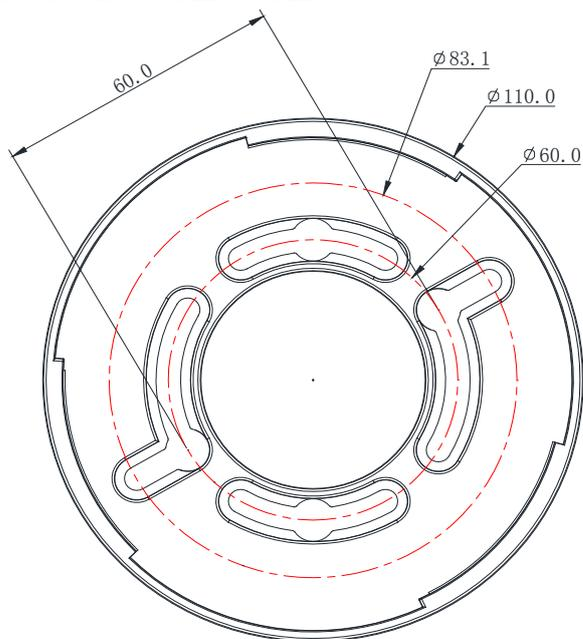
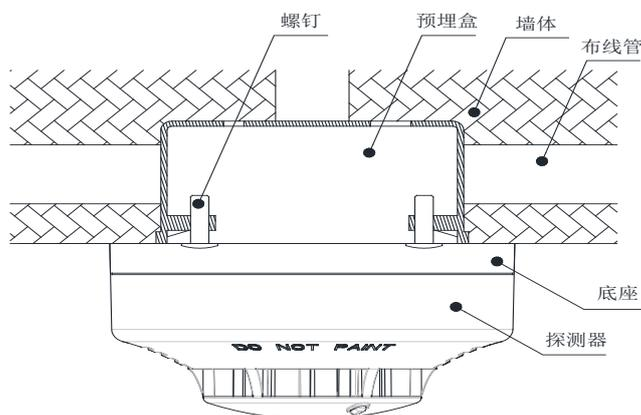
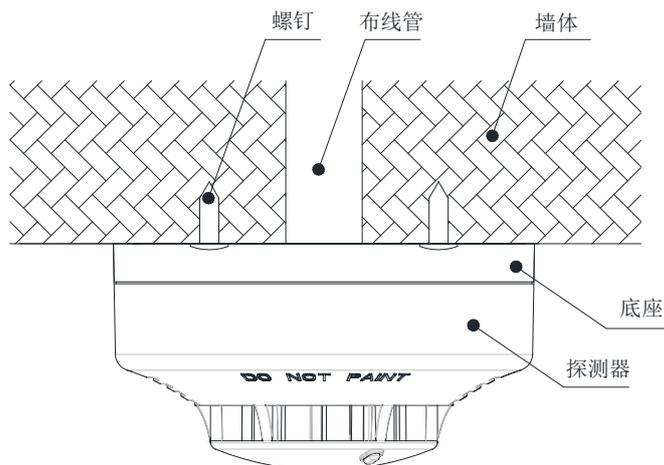

图2 吸顶式报警器底座
图 3 报警器安装示意图
图 4 报警器安装示意图
2. 本报警器安装吸顶式报警器底座，底座如图 2 所示（单位：mm）
本报警器采用两种方式安装：一种是采用底座预埋盒明装方式安装，安装图如图 3 所示，另一种是直接将报警器底部安装在屋顶上，安装图如图 4 所示
按图 3 所示，用 M4 螺钉将底座固定在预埋盒上。安装孔距如图 2 所示。
按图 4 所示，用 M4 螺钉将报警器底部固定在屋顶上，安装孔距如图 2 所示。